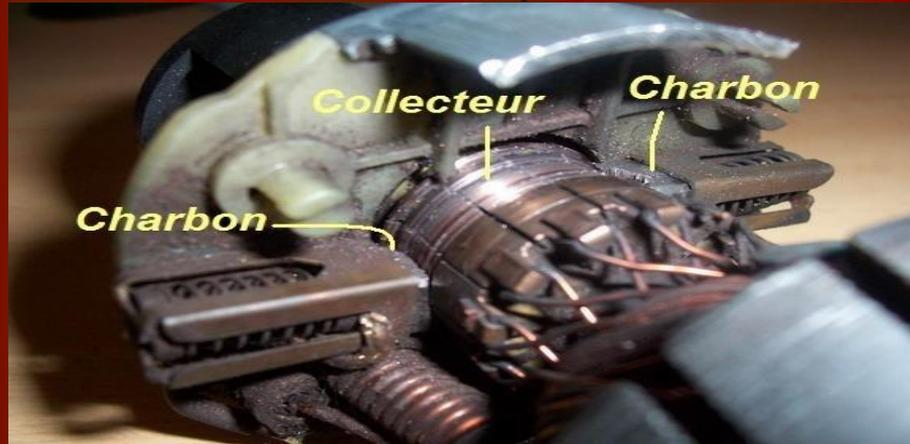

Fig.14: Charbons et collecteur d'un moteur à courant continu
- Le collecteur (Fig. 14) qui appartient au rotor est un ensemble de plages métalliques qui font contact avec les charbons.